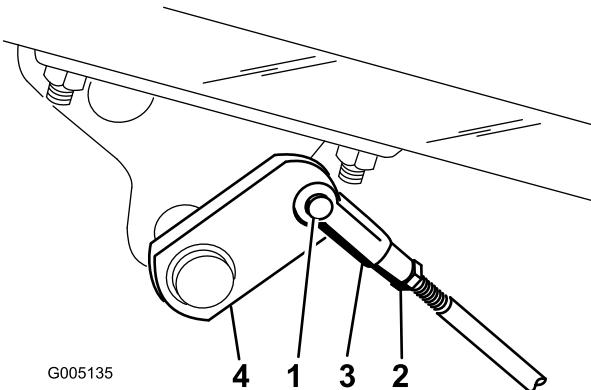

図 57
2. ブレーキが片効きであれば、コッター・ピンとクレビス・ピンを外して、ブレーキロッドを外す(図57)。
3. ジャムナットをゆるめ、クレビスを調整する(図57)。
4. クレビスをシャフトに取り付ける(図57)。